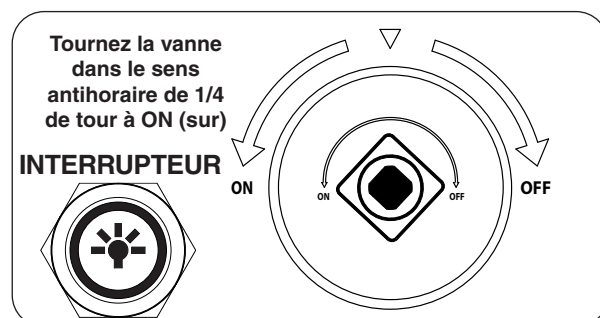

Fig. 46-2 SUR/ÉTEINDRE vanne clé détail
2. Tournez la SUR/ÉTEINDRE vanne clé de la hauteur dans le sens antihoraire de 1/4 de tour à la position **ON** (sur) (Fig. 46-2).
1. Appuyez sur l'interrupteur pour allumer les lumières. Le commutateur d'éclairage s'allumera lorsqu'il est allumé. Voir Fig. 46-2.